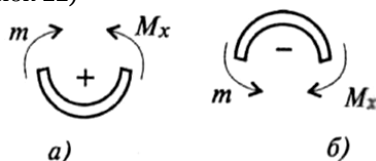

Рисунок 22
**Если внешняя нагрузка** стремится изогнуть балку выпуклостью вниз, то изгибающий момент будет положительный, **если внешняя нагрузка** стремится изогнуть балку выпуклостью вверх, то изгибающий момент будет отрицательным (рисунок 22)